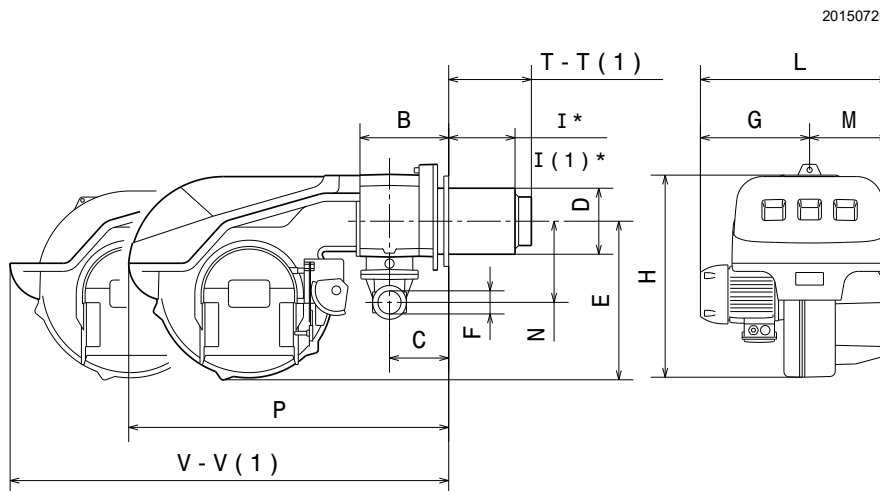

Fig. 1
L'encombrement du brûleur est indiqué dans la Fig. 1.
* L'épaisseur maximale de la porte de la chaudière se réfère à la cote « l » (Fig. 1 à la page 8).